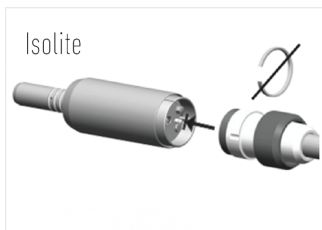

FIG. 3
2. Poziționați motorul și furtunul propriu (fără inelul furnizat împreună cu furtunurile, REF. 1600120-001 și REF. 1600315-001) conform (FIG. 3). Rotiți-l până identificați poziția exactă și împingeți-l în motor.